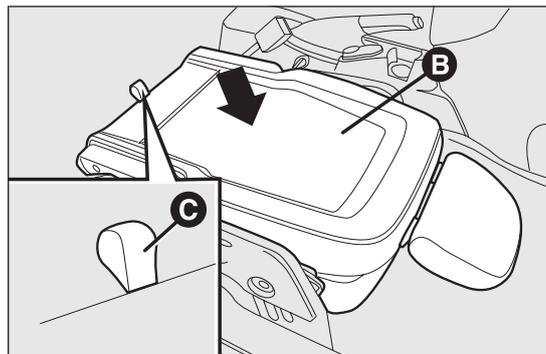

fig. 19
- ❑ agire successivamente sullo schienale B fig. 19 premendolo verso il basso: il sedile risulta così completamente ripiegato su sé stesso nella posizione "a tavolino";
- ❑ tirare la linguetta C fig. 19 e spingere ulteriormente lo schienale verso il basso: il sedile è in questo modo completamente ripiegato.
- ❑ impugnare la linguetta C fig. 19 e sollevare lo schienale verso l'alto;